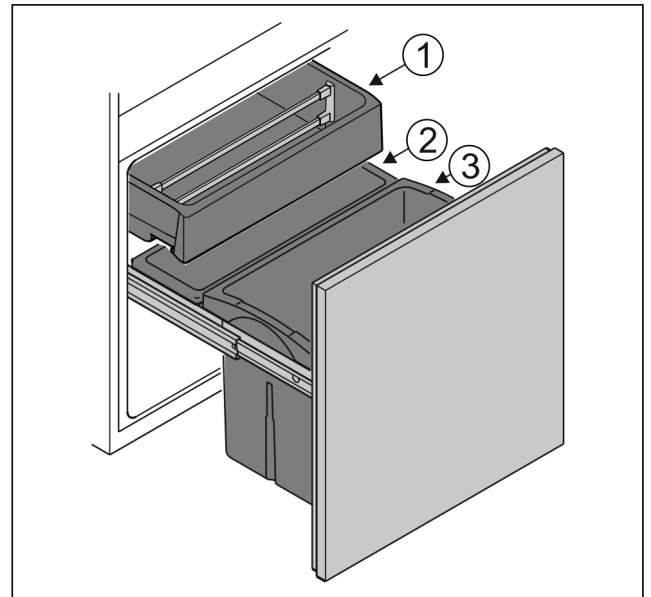

Fig. 6
- Behälter Fig. 6 (1): Unverpacktes Gemüse und Südfrüchte lagern.
- Behälter Fig. 6 (2): Unverpackte kleine Obst- und Gemüsesorten lagern.
- Behälter Fig. 6 (3): Einzelne Flaschen lagern.